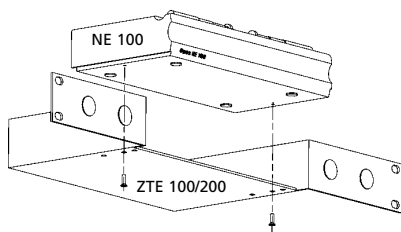

Abbildung 1
- Soll der Empfänger weiter hinten montiert werden siehe Abbildung 1.